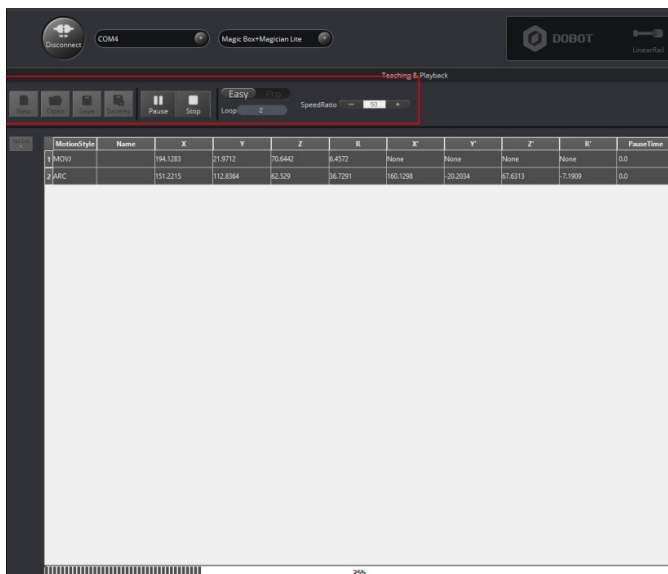

Figura 63: Mova o cubo pequeno no modo de movimentação ARC
6. Clique em **Start**. O Magician Lite executa a sequência da trajetória ARC conforme aprendido em seu sistema de memória, movimentando das posições A a C, como mostrado na Figura 63.